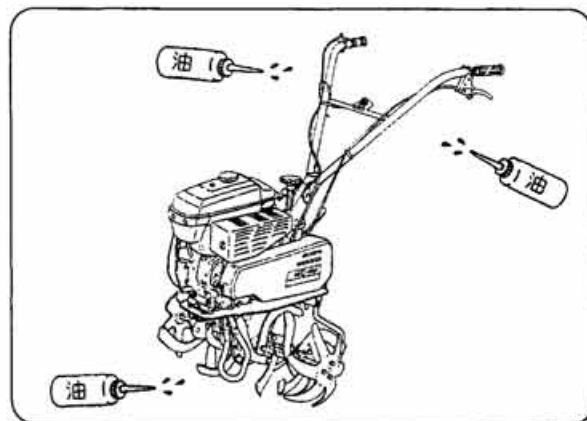

図38
4) 注 油 (図38)
- ① 各作動部分には油差しで注油してください。
- ② 各々のレバー類と軸受部分等
- ③ 各々のワイヤには注油口よりワイヤを作動させながらおこなってください。特に露出部分には念入りにおこなってください。